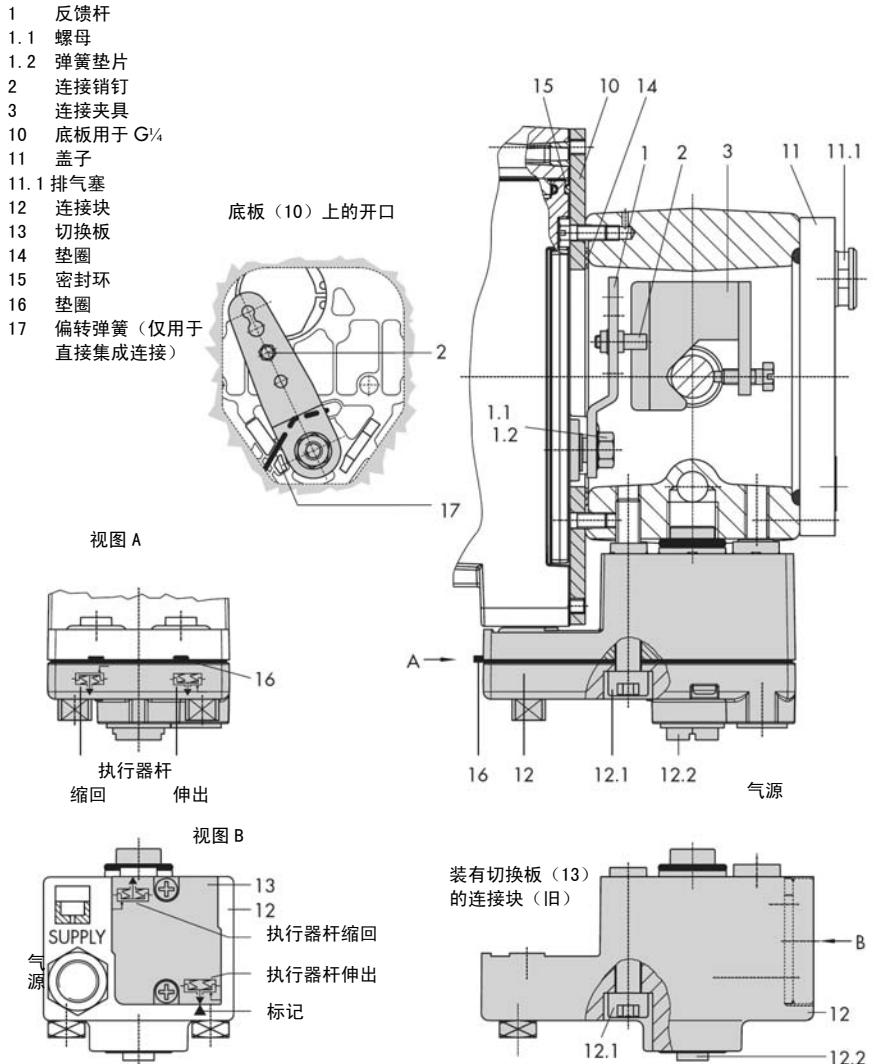

图 5 • 直接装配-240、350 和 700cm 3 的 3277 型气动执行器
1. 将安装夹具 (3) 装到执行器杆上, 对齐并用螺钉拧紧固定, 并确保螺钉拧在执行器杆的凹槽里。
2. 将底板 (10) 切口的狭窄侧 (图 5, 左边) 指向信号压力连接处。确保粘合的垫片 (14) 放好在执行器支架上。
3. 对于 **700cm²** 的执行器, 将定位器背面的反馈杆 **M** (1) 上的连接销钉 (2) 从位置 **35** 处取下, 再连接到销钉位置 **50** 处并固定。
6. 以垫圈 (16) 在连接块 (12) 侧面的突出部做标记, 确认所选的执行器故障-安全动作“执行器杆伸出”或“执行器杆缩回”的相应的符号是否已对准标记。若需要调整, 取下三颗固定螺钉和盖子, 将垫圈 (16) 旋转 180 度。旧型号的连接块 (图 5, 底部) 要求旋转切换板 (13), 使相应的执行器故障-安全动作符号对准标记。
7. 把连接块 (12) 及连带的密封环, 放置到定位器和气动执行器支架上。用固定螺钉 (12.1) 拧紧固定。对于故障-安全动作“执行器杆缩回”的执行器, 还需取下丝堵 (12.2) 并安装外接信号管。
8. 在支架另一侧安装盖板 (11)。确保排气塞向下, 以便在控制阀安装后能排出可能出现的冷凝水。